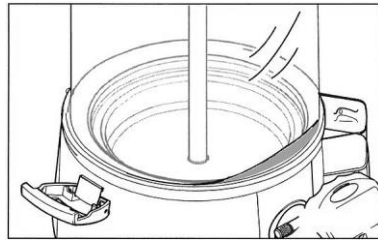

Fig. 35
6. La fig. 35 mostra il contenitore montato male; in questo caso il contenitore NON è appoggiato perfettamente su tutto il bordo della base.